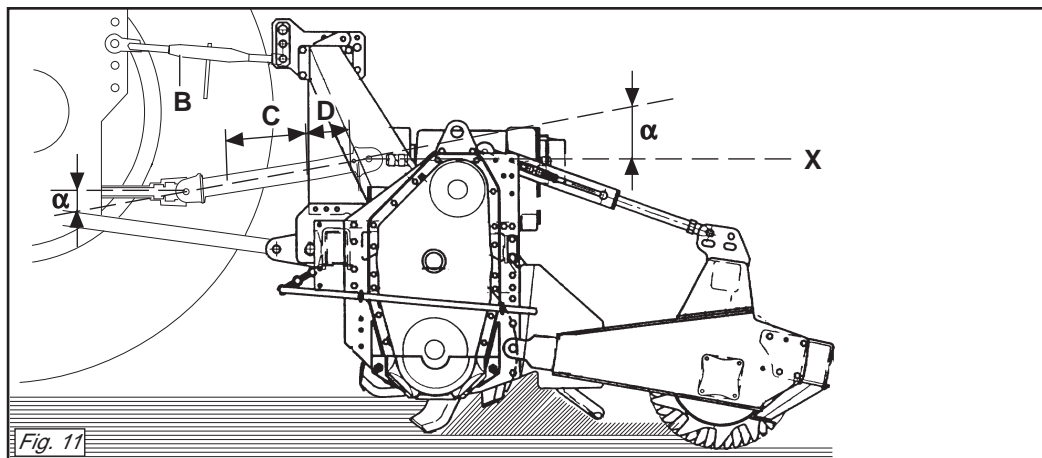
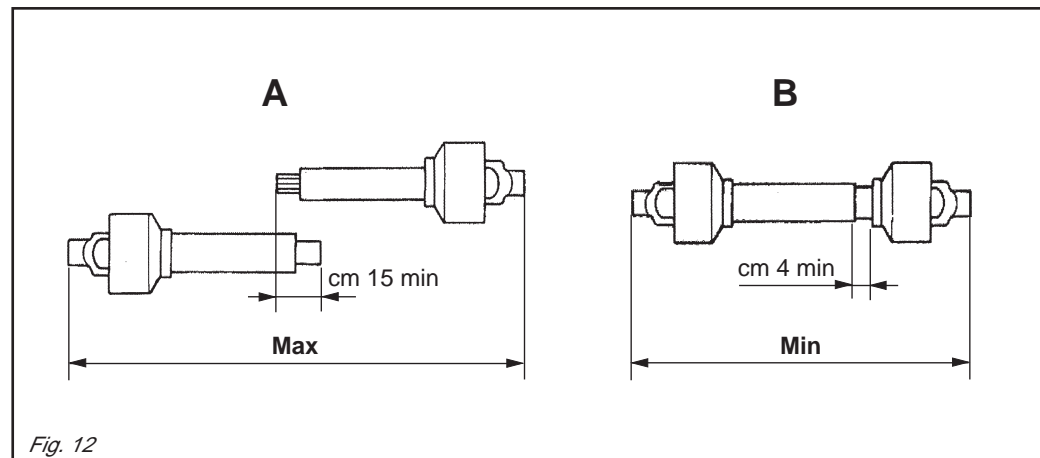

Fig. 11
Fig. 12
Per fare ciò aumentare o diminuire la lunghezza della barra superiore dell'attacco (B Fig. 11) in modo da portare l'asse (X Fig. 11) della ghiera scanalata della scatola parallela al suolo.
- I due angoli (α Fig. 11) formati dalle assi delle forcelle e l'asse dei tubi scorrevoli saranno uguali e non dovranno superare i 10° .
- La copertura (C Fig. 11) dei tubi scorrevoli deve essere di 15 cm minimo (Fig. 12).
- I due tubi dell'albero di trasmissione a cardano non si devono ricoprire completamente, una corsa di sicurezza (D Fig. 11) di 4 cm minimo deve sussistere.
To achieve this, increase or decrease the length of the top bar of the hitch (B Fig. 11) so as to set the axis (X Fig. 11) of the housing's grooved ring nut parallel to the ground.
- *The two angles (α Fig. 11) formed by the fork axes and the axis of the sliding tubes will be equal and must not exceed 10° .*
- *The sliding tubes (C Fig. 11) must overlap by at least 15 cm (Fig. 12).*
- *The two tubes of the driveline shaft must not fully overlap. There must always be a safety travel (D Fig. 11) of at least 4 cm.*
Um dies zu erhalten, die Länge der oberen Kupplungsstange (B Abb. 11) erhöhen oder verringern, bis die Achse (X Abb. 11) der Keilmutter des Gehäuses parallel zum Boden steht.
- Die beiden Winkel (α Abb. 11), die aus den Achsen der Gabeln und der Achse der Gleitrohre bestehen, müssen gleich groß sein und dürfen auf keinen Fall größer als 10° sein.
- Die Überdeckung (C Abb. 11) der Gleitrohre muss mindestens 15 cm ausmachen (Abb. 12).
- Es muss noch einen Sicherheitshub (D Abb. 11) von mindestens 4 cm geben.
Pour obtenir cette condition augmenter ou diminuer la longueur de la barre supérieure de l'attelage (B Fig. 11) de manière à ce que l'axe (X Fig. 11) de la bague cannelée de la boîte soit parallèle au sol.
- *Les deux angles (α Fig. 11) formés par les axes des fourches et l'axe des tubes coulissants doivent être identiques et ne doivent pas dépasser 10° .*
- *La couverture (C Fig. 11) des tubes coulissants doit être au minimum de 15 mm (Fig. 12).*
- *Les deux tubes de l'arbre de transmission à cardans ne doivent pas se recouvrir complètement, il doit rester une course de sécurité (D Fig. 11) de 4 cm au minimum.*
Para ello aumentar o disminuir la longitud de la barra superior del enganche (B Fig. 11) en modo de llevar el eje (X Fig. 11) de la tuerca ranurada de la caja paralela al terreno.
- Los dos ángulos (α Fig. 11) formados por los ejes de las horquillas y el eje de los tubos corredizos serán iguales y deberán superar los 10° .
- La cobertura (C Fig. 11) de los tubos corredizos debe ser como mínimo de 15 cm (Fig. 12).
- Los dos tubos del árbol de transmisión de cardán no se deben cubrir completamente, debe quedar una carrera de seguridad (D Fig. 11) de 4 cm como mínimo.
- Gli angoli (α Fig. 11) dei cardani non devono essere superiori a 40° (Fig. 11). Se non si raggiungono questi due risultati:
Quando esso è inserito al massimo, il gioco minimo consentito deve essere di 4 cm. (Fig. 12).
- The angles (α Fig. 11) of the drivelines must not exceed 40° (Fig. 11).
When fully inserted, the minimum play must be 4 cm. (Fig. 12).
- Die Winkel (α Abb. 11) der Gelenkwellen dürfen nicht größer als 40° sein (Abb. 11).